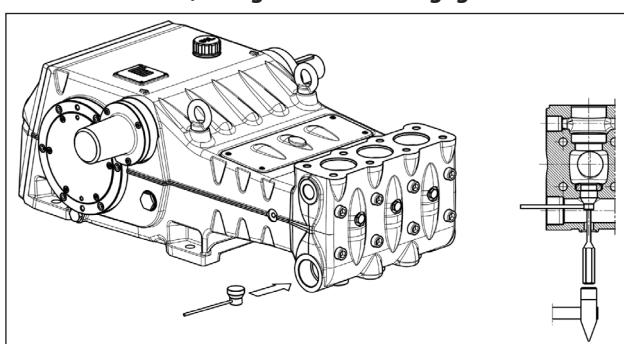

Abb. 113
Sollte der Ausbau der Saugventilgruppe mit großen Schwierigkeiten verbunden sein (z. B. aufgrund von Verkrustungen nach längerem Stillstand der Pumpe), verwenden Sie den Abzieher Art. 27516200 (für LK36-LK40-LK45) oder Art. 27516300 (für LK50-LK55-LK60) (Pos. ①, Abb. 113) und gehen Sie wie angegeben vor.